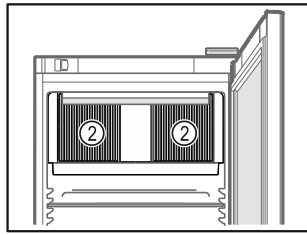

Fig. 41
- Poskrbite, da prezračevalna reža Fig. 41 (2) ventilatorja krožnega zraka v notranjosti ni zakrita.